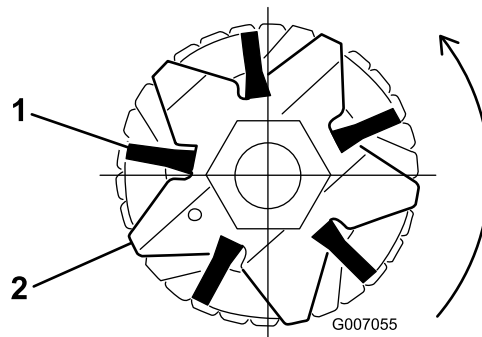

Рисунок 39
2. Убедитесь в том, что щетина точно установлена в пазы лопастей механической щетки (Рисунок 39 и Рисунок 40).
3. Оберните крепежные ленты, не затягивая, как показано на Рисунок 40, вокруг вала барабана механической щетки и щеток, вставляя ленты в канавки щеток Рисунок 39. Установите щетки таким образом, чтобы ленты находились между следующими лопастями: 1-2, 14-15, 28-29 и 41-42.